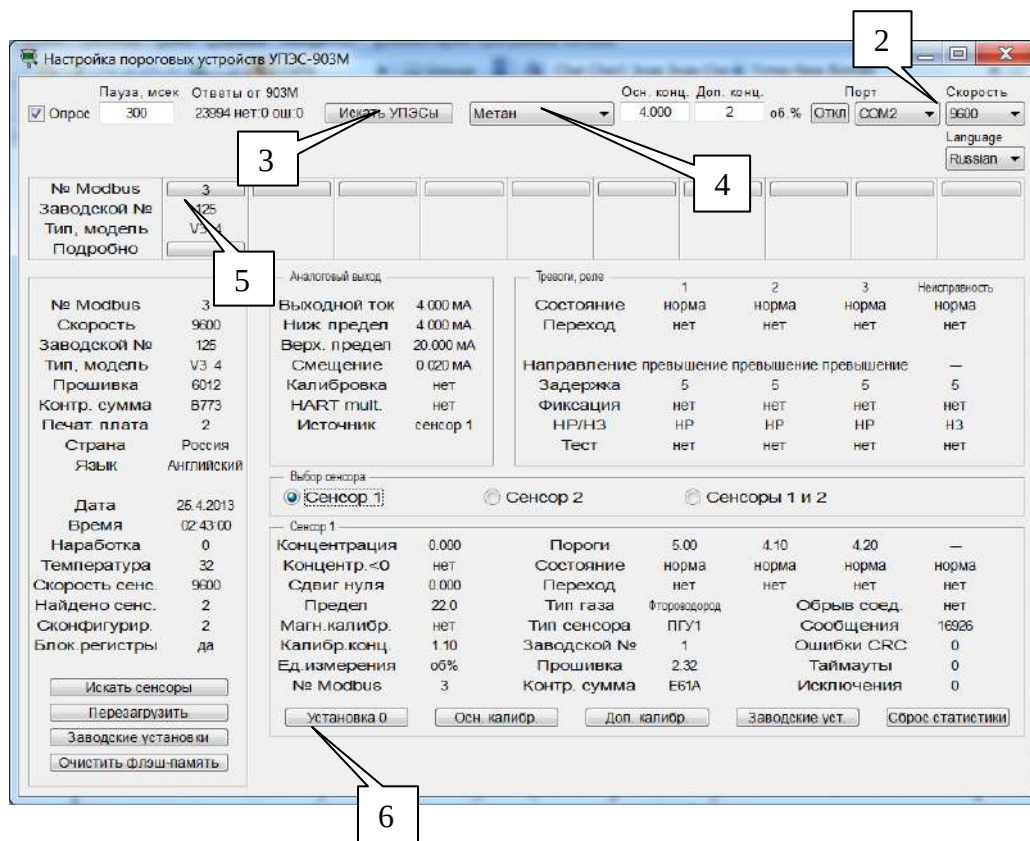

Рис.9 – работа с программой настройки газоанализатора ССС-903МЕ
- после загрузки на экране появляется меню программы калибровки и информационные окна - выводится текущая информация о работе прибора (см. рис. 9);
- при необходимости, производят установку нуля чувствительности ССС-903МЕ – для этого (убедившись в отсутствии определяемого газового компонента на входе газоанализатора) после установления стабильных показаний ССС-903МЕ, в программе настройки нажимают кнопку «Установка нуля» (рис. 9, поз. 6). Сброс чувствительности следует проконтролировать по установлению выходного токового сигнала ССС-903МЕ значением 4 мА; при этом в соответствующей графе концентрации определяемого компонента устанавливается нулевое значение.